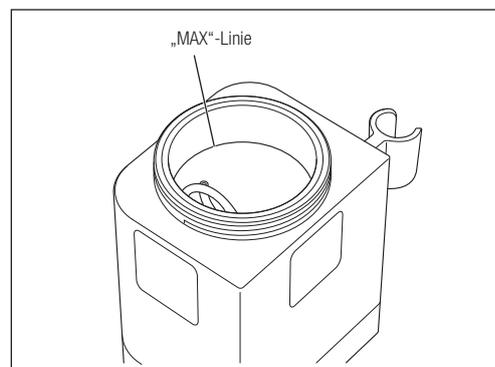

Abb. 24
1) Wählen Sie die Kammer und das Pulver für diesen Modus aus. Füllen Sie die Kammer bis zur „MAX“-Linie mit Pulver (ca. 80 g FLASH pearl oder ca. 50 g Perio Mate Powder) (Abb. 24).